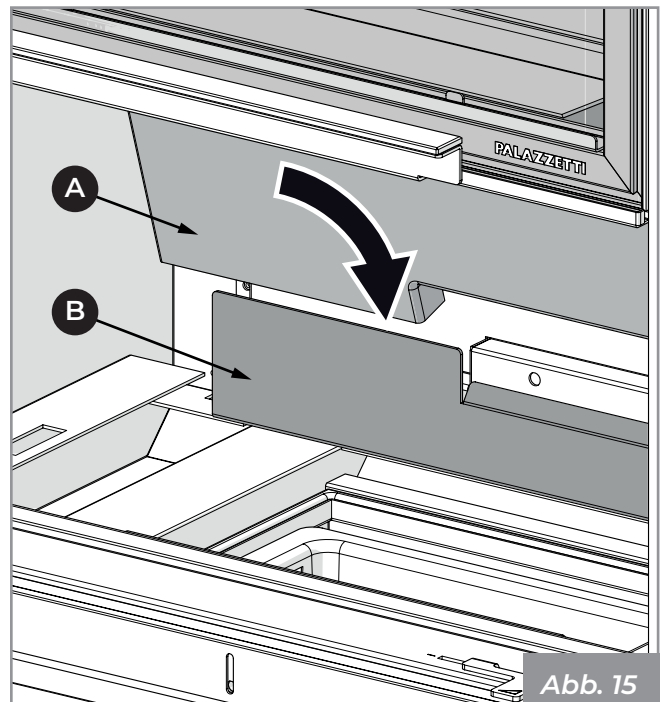

Abb. 15
- 1) Positionieren Sie das feuerfeste Rückenstück (A) hinter der Halterung (B) und achten Sie darauf, dass die Austrittslöcher der Nachverbrennung mittig zum Schlitz auf der Platte liegen (Abb. 15).